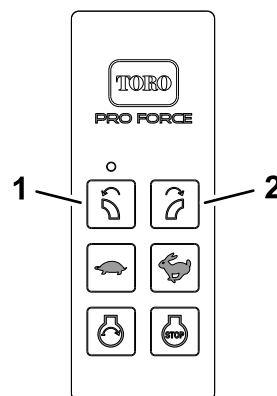

Figure 51
4. Appuyez simultanément sur les boutons de ROTATION À GAUCHE et ROTATION À DROITE de l'embout (Figure 51).
7. Appuyez de manière prolongée sur le bouton de ROTATION À GAUCHE (Figure 51).
8. Maintenez le bouton de ROTATION À GAUCHE enfoncé (Figure 51) et tournez la clé de contact en position CONTACT.
9. Relâchez le bouton de ROTATION À GAUCHE (Figure 51) et tournez la clé de contact en position ARRÊT.